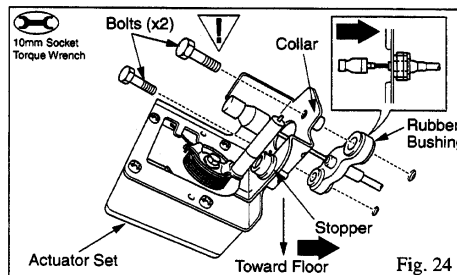

Fig. 24
(2) Install the actuator. (2 Bolts) (Fig. 24)